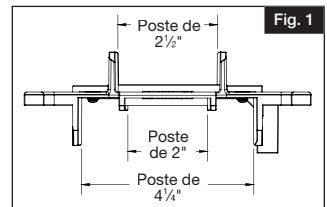

Fig. 1
- The Barrette Outdoor Living® Aluminum Railing BracketPro™ Installation Tool can be used on 2", 2½", and 4¼" posts for Avalon® and VersaRail® aluminum railing installations (Fig. 1).
- L'outil d'installation BracketPro^{MC} pour rampes en aluminium de Barrette Outdoor Living^{MD} peut être utilisé sur des poteaux de 2 po (50 mm), 2½ po (63,5 mm) et 4¼ po (114,3 mm) pour les installations de rampes en aluminium Avalon^{MD} et VersaRai^{MD} (Fig. 1).
- La herramienta de instalación para travesaños de aluminio BracketPro™ de Barrette Outdoor Living® puede utilizarse en postes de 2", 2½" y 4¼" para instalaciones de barandales de aluminio Avalon® y VersaRail® (Fig. 1).